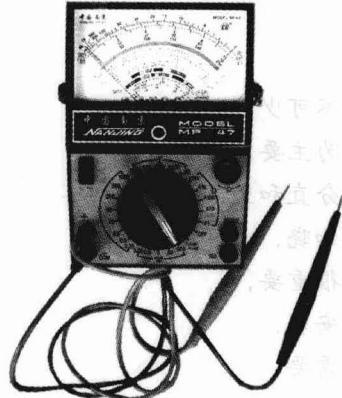

图 1-1 MF47 型万用表外形
MF47型万用表外形如图1-1所示。它由表头、表盘、转换开关、调零电位器、四个表笔插孔、晶体管插孔及机械调零钮组成，各部分的作用如下：
(3) 转换开关。MF47 型万用表的面板下部中间是测量转换开关（见图 1-1），只需转动一个开关即可选择各量程挡位，使用方便。转换开关指示盘与表盘相对应，按交流红色、晶体管绿色、其余黑色的规律印制成 3 种颜色，使用中不易搞错。
MF47型万用表表头的下边中间有一个机械调零器，用以校准表针的机械零位；面板下部右上角是欧姆挡调零旋钮（见图1-1），用于校准欧姆挡的“0Ω”指示。